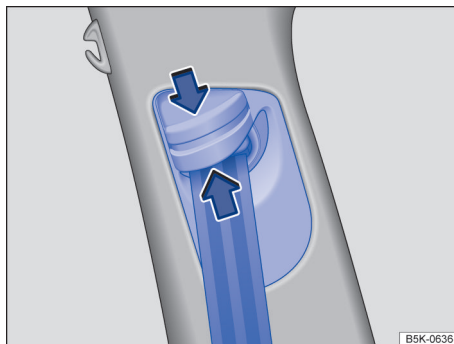

Fig. 35 Ao lado dos bancos dianteiros: regulagem de altura do cinto de segurança.
- Pressionar o dispositivo regulador no sentido da seta e mantê-lo pressionado → Fig. 35.